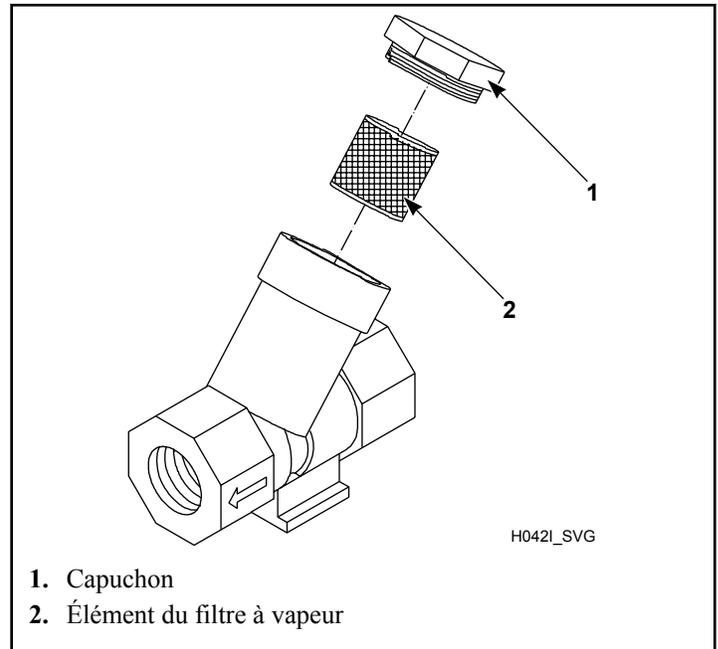

Figure 44
- Nettoyez le filtre de vapeur fourni par le client (le cas échéant). Consultez *Figure 44* .